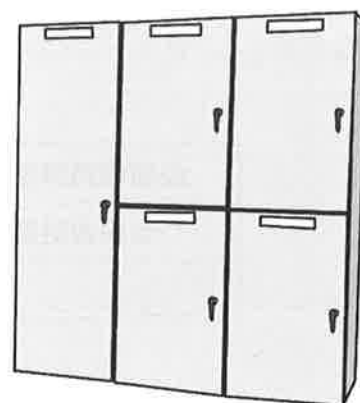

図3 JEM 1425 金属閉鎖型スイッチギヤ
2) JEM 1425（金属閉鎖形スイッチギヤ及びコントロールギヤ）〔図3 参照〕